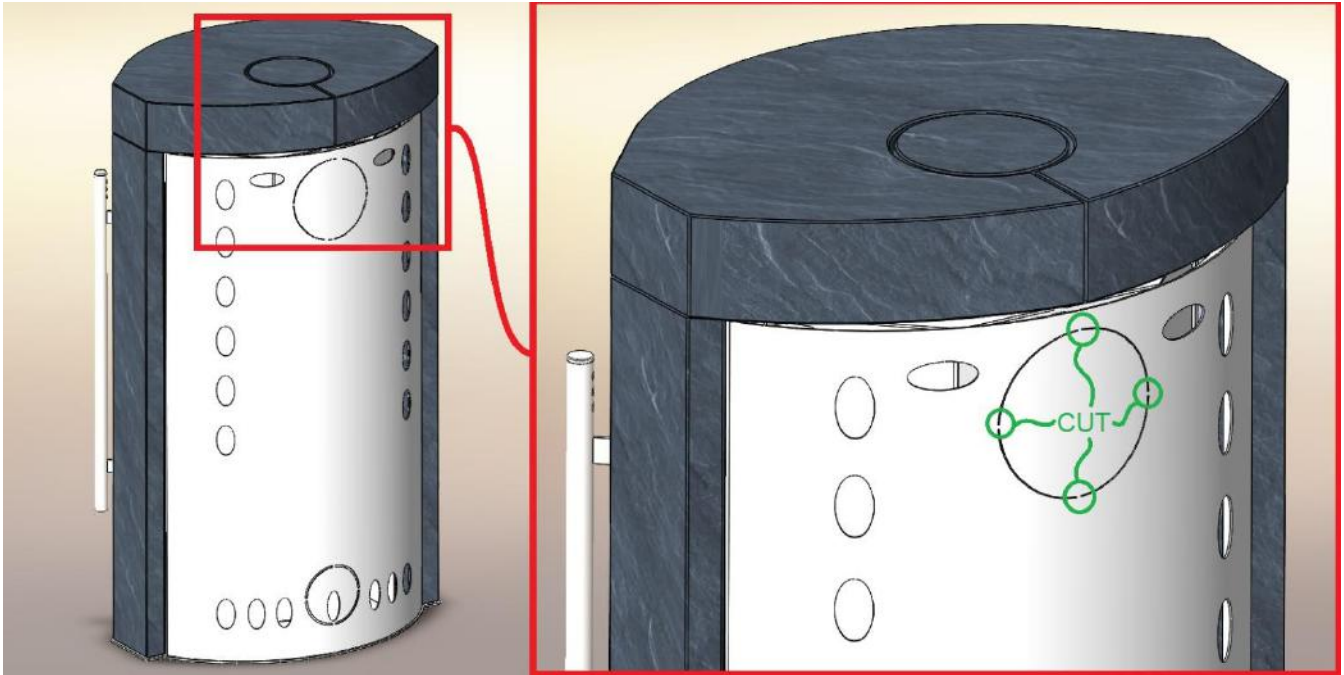

Abbildung 1 Schneiden von Mikrofugen an der Rückseite des Kamins
2. Abbildung 1 Schneiden der Mikrofugen an der Rückseite des Kaminofens	Seite 4
Bei Montage des Kaminofens ist es erforderlich sich an die lokalen Vorschriften für solche Geräte zu halten. Wir empfehlen eine Beratung mit dem zuständigen Schornsteinfeger. Die Kaminöfen werden auf Transportpaletten angeliefert, vorbereitet für den Kaminanschluss nach oben. Vor dem Anschluss des Kamins an den Schornstein muss die Abdeckung des Rauchrohranschlusses vom Kamin entfernt werden. (Abbildung 1 und 2).